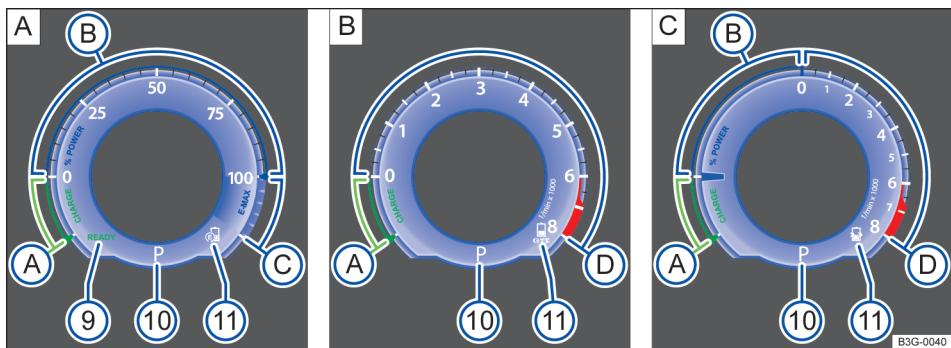

Fig. 14 Indicação variável do modo de condução; **A** veículo no modo CONDUÇÃO ELÉTRICA AMPLIADA. **B** Veículo no MODO GTE. **C** Exibição padrão de híbrido
- Veículo no **E-MODE** → Fig. 14 **A**.
- Veículo no **MODO GTE** → Fig. 14 **B**.
- **Exibição padrão de híbrido** → Fig. 14 **C**.
Legenda para Fig. 14